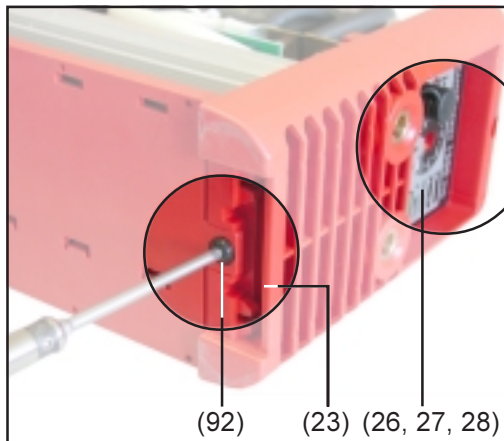

Fig. 17
-  **Hinweis! TP 1500 TIG:** Für die Befestigung des Gasschlauches (17) eine neue Schlauchschelle (18) verwenden.
- **TP 1500 TIG:** Gasschlauch (17) am Gasanschluss (93) der $\ominus$ -Buchse aufschieben und mittels Schlauchschelle (18) befestigen (Abb.17)